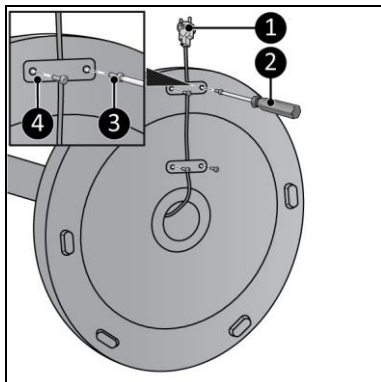

Figura 8
9. Fixați cablul de alimentare (Figura 8, poziția 1) la bază cu ajutorul celor două racorduri din plastic (Figura 8, poziția 4) și celor 4 șuruburi (Figura 8, poziția 3) cu o șurubelniță Phillips (Figura 8, poziția 2).